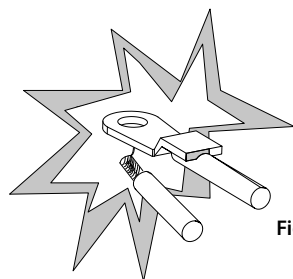

Fig.9
- Insérer le câble d'alimentation dans la presse-étoupe (Fig.8). Les cosses de câble doivent avoir des œillets, doivent être pré isolées, avec des orifices appropriés pour les broches de raccordement. Utiliser des câbles ayant une coupe transversale appropriée pour éviter la surchauffe. S'assurer qu'il n'y a aucun effilochage comme il peut en résulter un court circuit. (Fig.9)